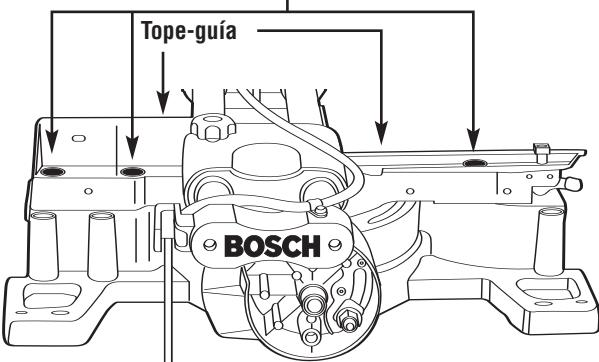

Figura 14. Ajuste del tope-guía
2. Extienda el tope-guía deslizante. Use la llave de tuerca para la hoja (suministrada) y afloje los tres (3) pernos ubicados detrás del tope-guía (Figura 14).